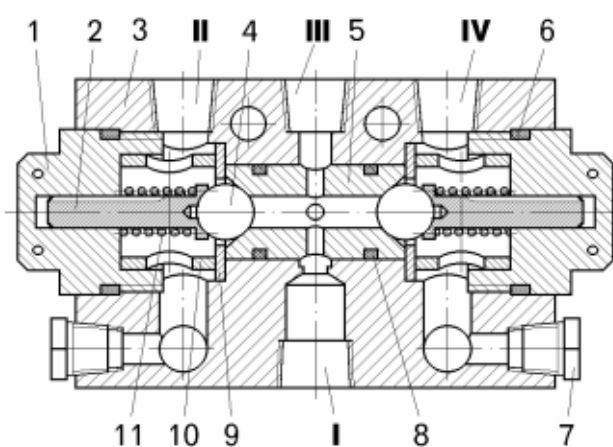

Рисунок 12.18 – Клапан защитный двойной:
- вывернуть пробки 1 (рисунок 12.18) с уплотнительными кольцами 6;